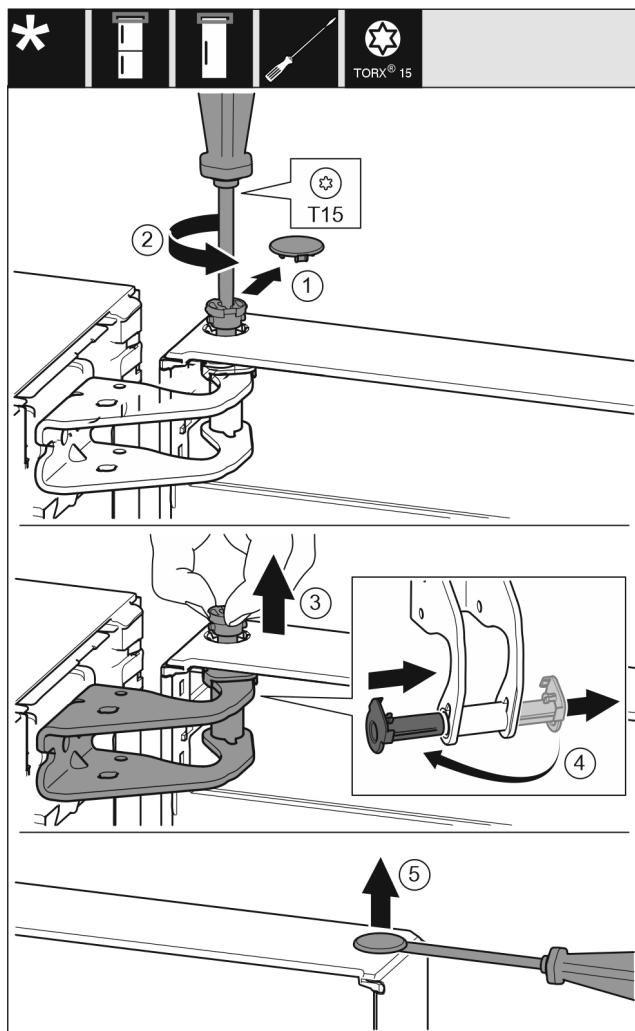

Fig. 7
- Previdno snemite varovalni pokrov. Fig. 7 (1)
- Sornik nekoliko izvijte z izvijačem T15. Fig. 7 (2)
- Držite vrata in s prsti izvlecite sornik. Fig. 7 (3)
- Ležajno dozo povlecite iz vodila. Vstavite z druge strani in pazite, da se zaskoči. Fig. 7 (4)
- S ploščatim izvijačem previdno dvignite čep iz ležajne doze vrat in ga izvlecite. Fig. 7 (5)